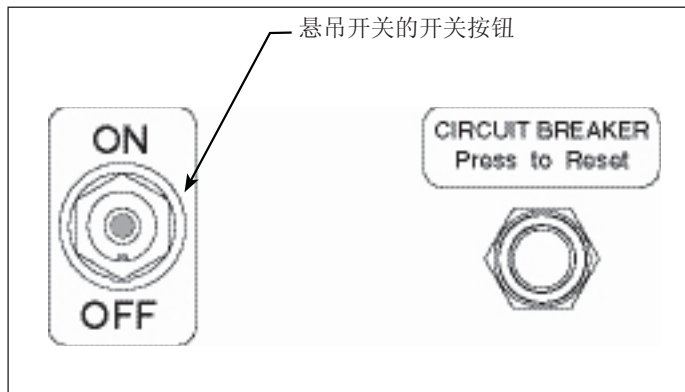

图 6 — 泵控制面板
5.1 泵开关（见图 6）
4. 将设备连接到电源上。将泵电源开关置于“ON”位置。见图 6。